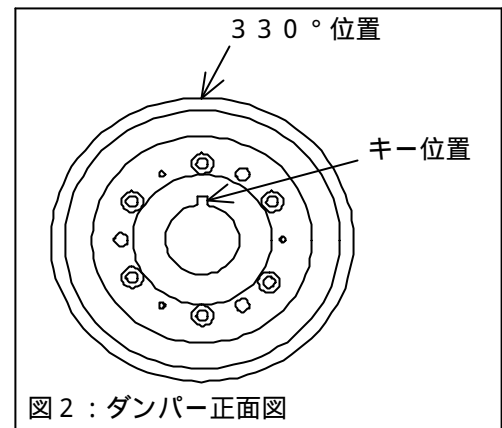

図2：ダンパー正面図
- 5 - 1 . ダンパーの角度表示 330° 付近がハブ側のクランクシャフトのキー溝位置にくるように、ボルトの穴位置を合わせて取付けてください。(図2)